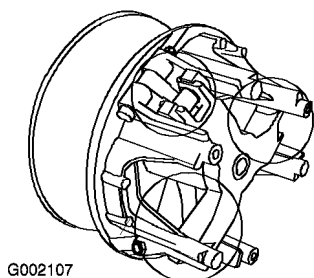

Figura 47
- Lubrificate le parti in movimento nelle zone contrassegnate da un cerchio nella Figura 47 utilizzando l'aerosol lubrificante a secco Toro, reperibile dal rivenditore o distributore Toro autorizzato di zona.